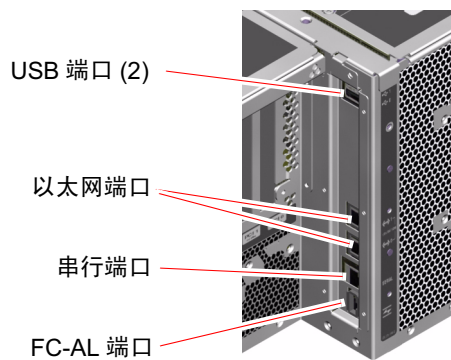

图 2-4 后面板上的外置端口
- 六个外置数据端口：USB 端口、串行端口、以太网端口和 FC-AL 端口（请参见图 2-4）